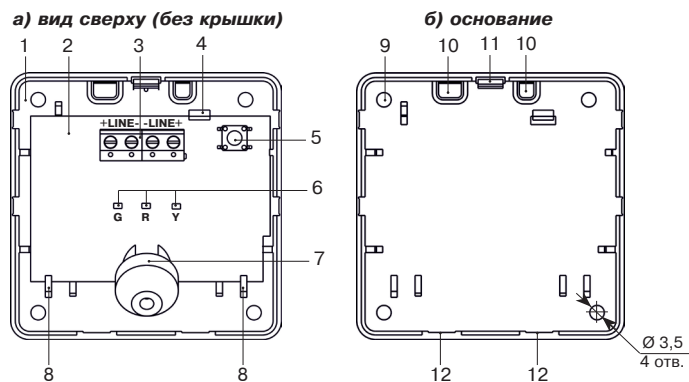

Рисунок 2 – Основание корпуса с печатной платой
- клеммные колодки (3) для подключения АШ;
- датчик вскрытия (5);
- три светодиодных индикатора (6);
- микрофон (7).
- В основании корпуса (рис. 2 б) имеются:
- четыре отверстия для монтажа на стене (9);
- заглушки отверстий для проводов (10);
- фиксатор (11) крышки;
- отверстие для фиксатора крышки (12).
- Вскройте в основании извещателя отверстия (поз.10, рис. 2 б), которые будут использоваться для прокладки проводов.
- Выбрав место установки, проведите разметку отверстий для монтажа (поз.9, рис. 2 б) с учетом положения отверстий в основании извещателя, просверлите отверстия в месте установки.